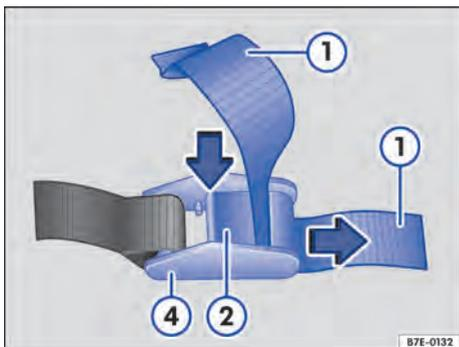

Fig. 140 Soltar o cinto de retenção.
2. Pressionar a alavanca → Fig. 140 (2) e puxar o cinto de retenção (1) para fora da braçadeira (4).
3. Passar o cinto de retenção → Fig. 140 (1) de trás para a frente entre a alavanca (2) e o perfil (3).
4. Apertar o cinto de retenção → Fig. 140 (1) e soltar a alavanca (2).